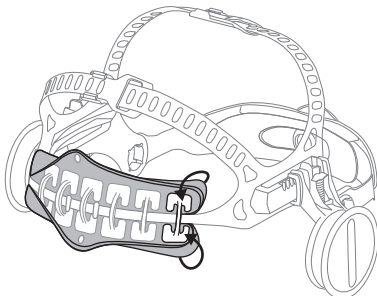

Fig. 11a
- b. Coloque las esquinas de la banda para el sudor nueva alrededor del retenedor correspondiente (Fig. 11a).